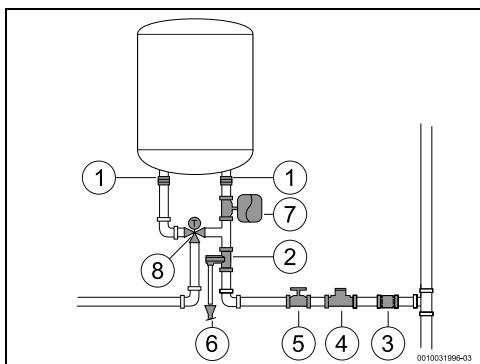

Fig. 13 Conexión del agua
- ▶ Instalar la válvula de seguridad en la entrada de agua del termo eléctrico (Fig. 13).
- ▶ instalar la válvula de reducción de presión (Fig. 13, [4]). Si la presión del agua en el acumulador de agua caliente rebasa los 8 bar (± 1 bar), se activará la válvula de seguridad. En este caso deberá existir la posibilidad de desviar el agua.
- ▶ instalar un vaso de expansión (Fig. 13, [7]) para evitar que la válvula diferencial se abra con tanta frecuencia. El volumen del vaso de expansión debe ser equivalente al 5% del volumen del dispositivo.
- ▶ Cerrar la válvula de corte del agua (→Fig. 13, 14).